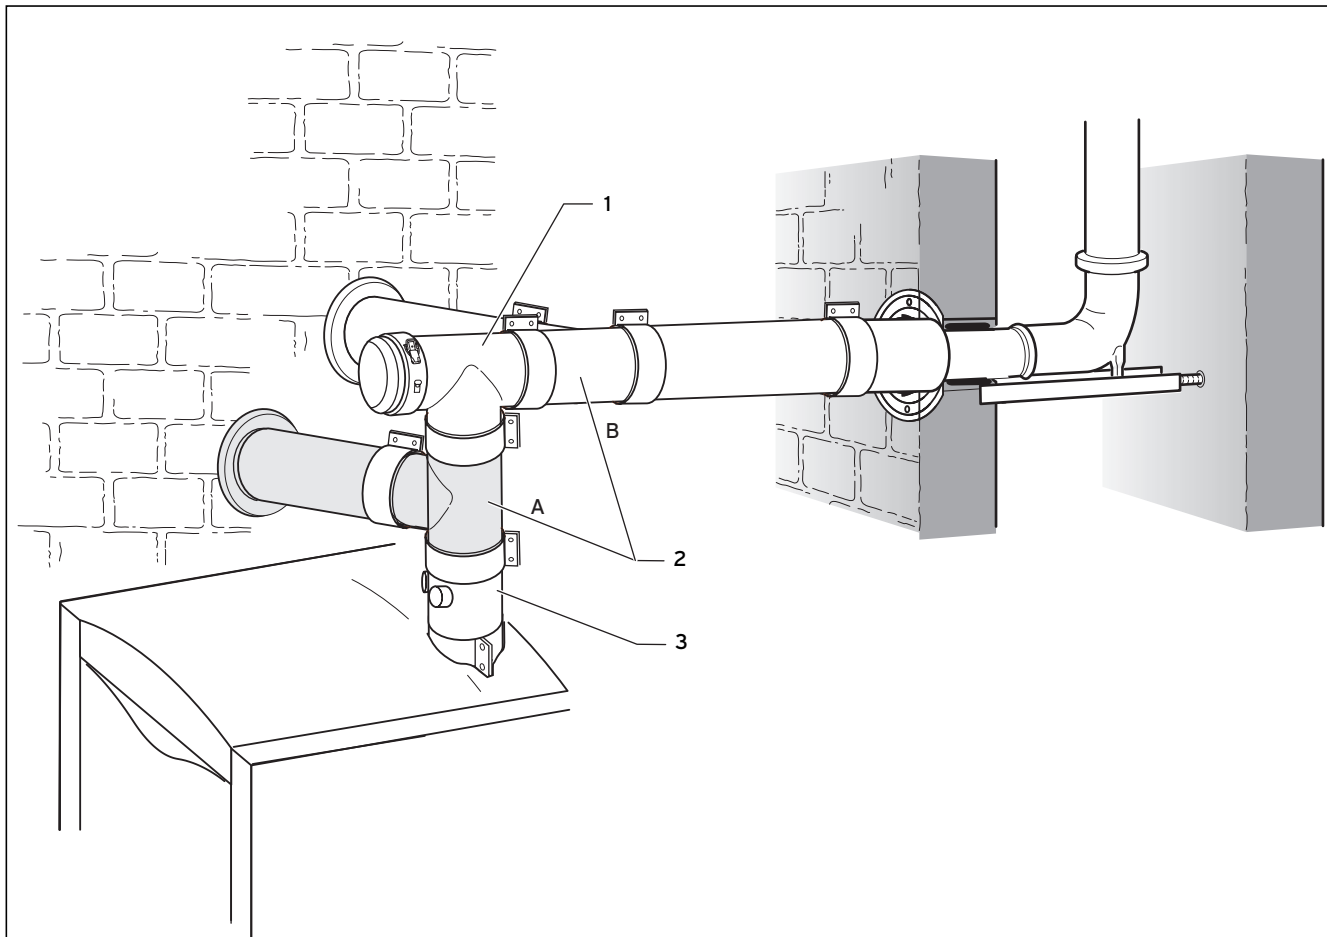

Рис. 4.33 Возможности подсоединения отдельного притока воздуха
- Соедините ревизионный тройник 87° (3) с переходником прибора (2).
- Соедините тройник для подсоединения воздуха (4) с ревизионным тройником 87° (3).
Тройник для подсоединения воздуха (4) также можно вставить между переходником прибора (2) и ревизионным тройником (3) (→ рис. 4.33).
- Вставьте разделительное устройство (5) с муфтой до упора в удлинитель (6).
- Соедините удлинитель (6) с выпускным газопроводом (7).
- Соедините разделитель (5) с тройником для подсоединения воздуха (4). Это место позднее служит местом разъединения.
- Установите хомут (8) разделительного приспособления.
- Проложите удлинители и трубы до тройника для подсоединения воздуха (4). Начните с воздухозаборника (1).